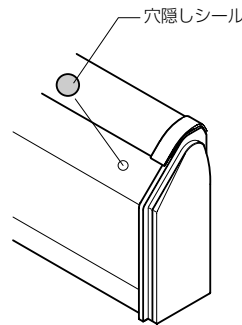

図10
- ③はね出し側の自在桁キャップ取付穴に穴隠しシールを貼付けてください。(図10)